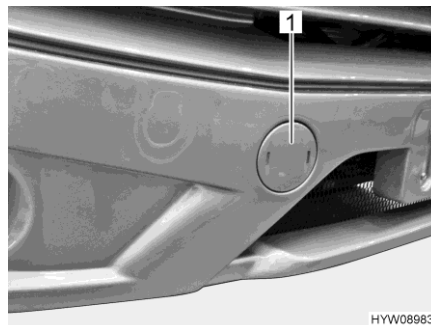

Bild 43 Lock (bogseröglans fäste)
- Lossa locket (Bild 43,1) med en skruvmejsel.